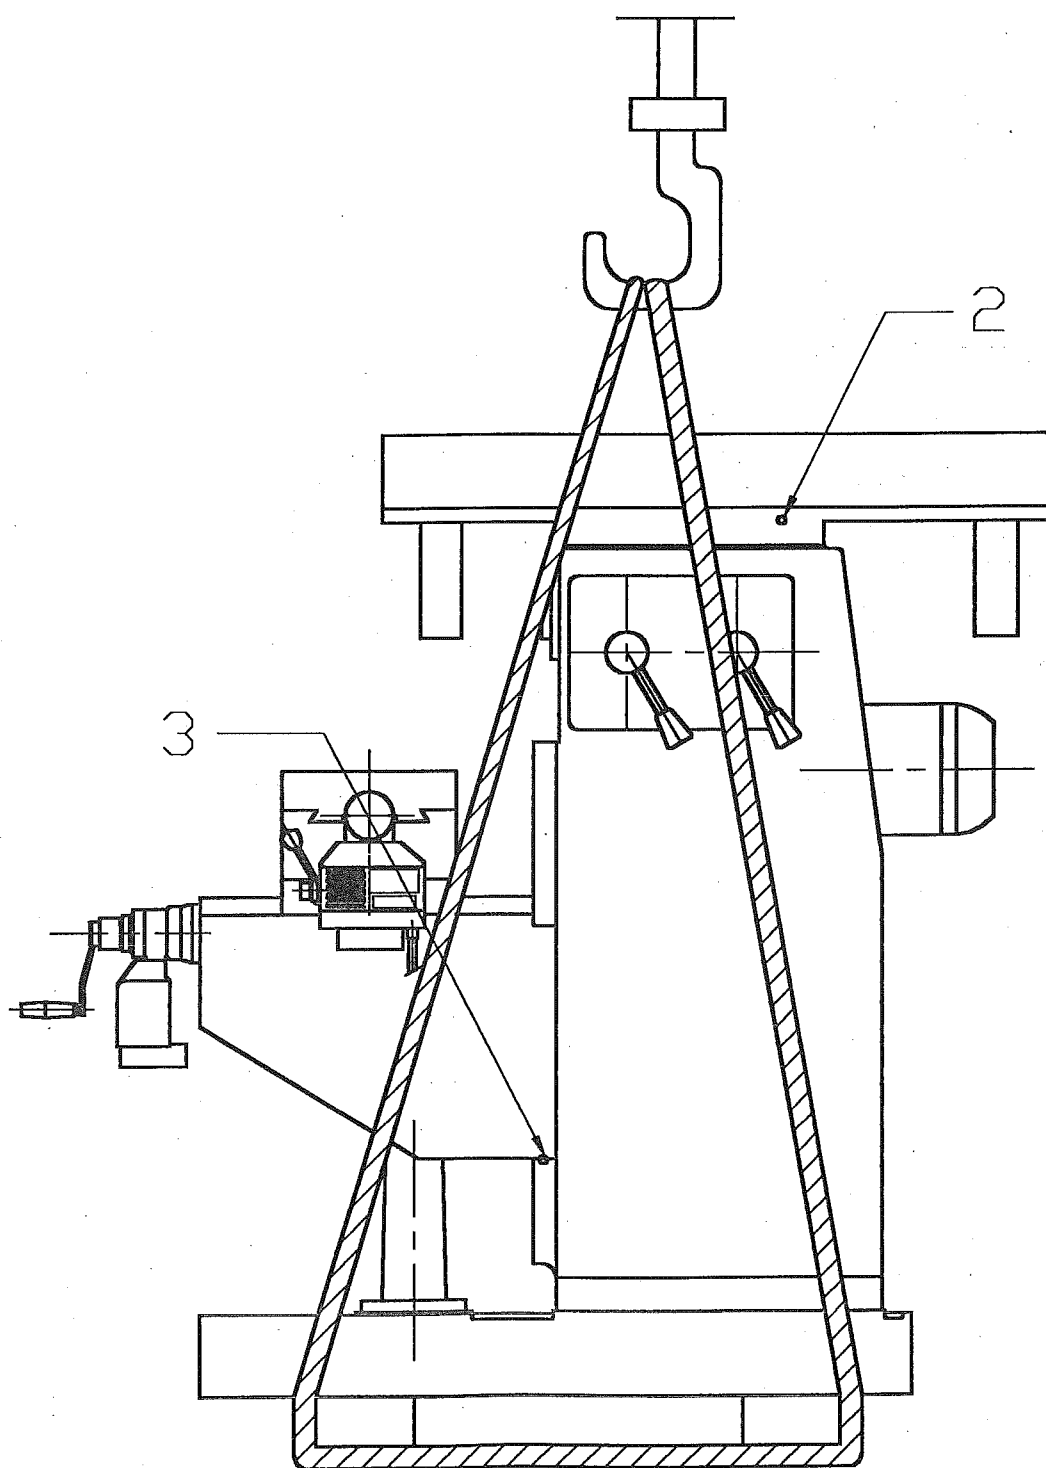

FIGURA 1
O console poderá ser travado, veja figura 1, item N° 3 (este parafuso se encontra no lado esquerdo da máquina. (2 parafusos)
- Para o travamento do torpedo, utilize uma chave Allen de 6 mm, conforme mostra a figura 1, item N° 2. (2 parafusos)